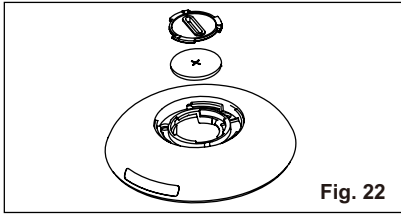

Fig. 22
3. În același mod deschideți capacul de protecție de la interior și scoateți bateria. (Fig. 22)